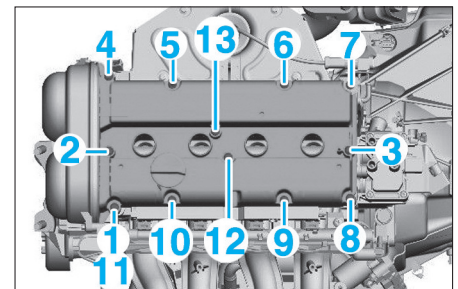

Fig. 8
- serrer les vis du couvre-culasse en respectant l'ordre et le couple de serrage prescrits (Fig.8),
- Serrer les vis du couvre-culasse en respectant l'ordre et le couple de serrage prescrits (Fig.8).